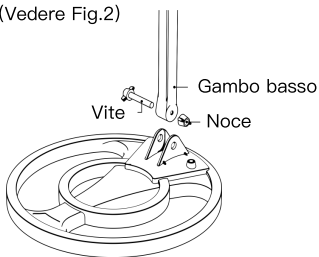

Fig.2
1. Inserire lo stelo inferiore e allineare il foro sulla bobina di ricerca e sullo stelo inferiore. Spingere la vite attraverso il foro e stringere la manopola. (Vedere Fig.2)